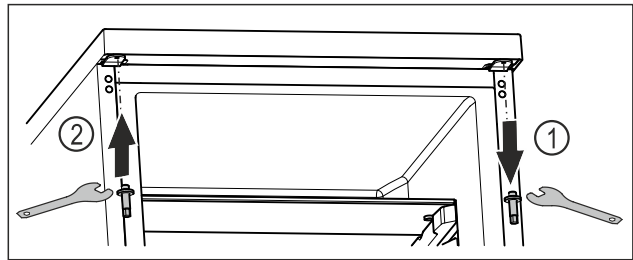

Fig. 22
- ▶ Oberen Bolzen mit Außensechskantschlüssel herausdrehen. Fig. 22 (1)
- ▶ Bolzen auf der Gegenseite mit Außensechskantschlüssel festschrauben. Fig. 22 (2)